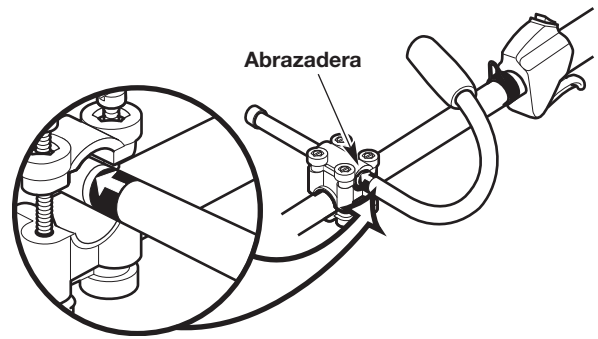

Fig. 5
5. Sostenga la unidad en posición operativa (Fig. 13) y deslice la manija hacia adentro o hacia afuera de la abrazadera hasta que la flecha/línea de la calcomanía toque la abrazadera (Fig. 5).